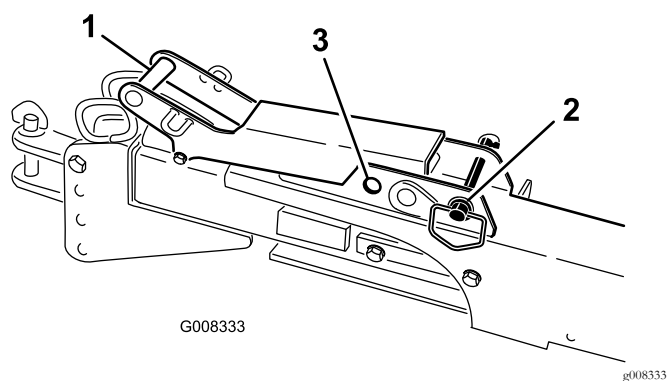

图21
A. 确保闭锁手柄销处于未锁定后位置图21。
注意 将闭锁手柄销移至向前锁定位置把挂钩组件锁定到延长位置图21。